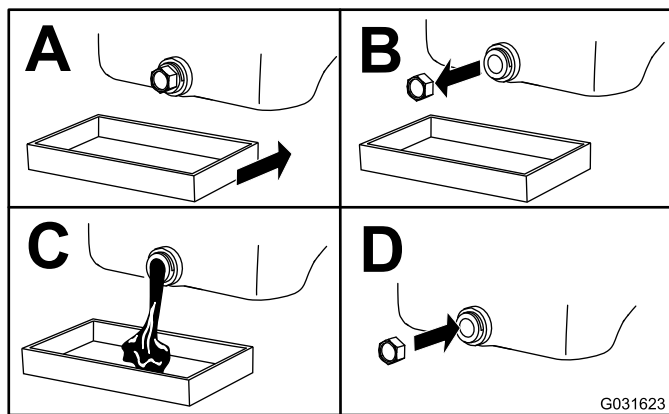

Figura 68
5. Cambie el aceite del motor, tal y como se muestra en Figura 68.